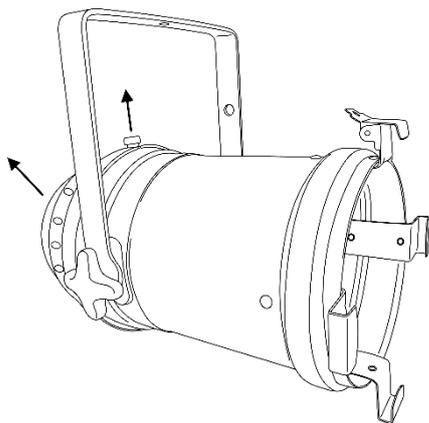

Fig. 03
- 02) Tire del tornillo de fijación y extraiga la cubierta trasera (Fig. 03).